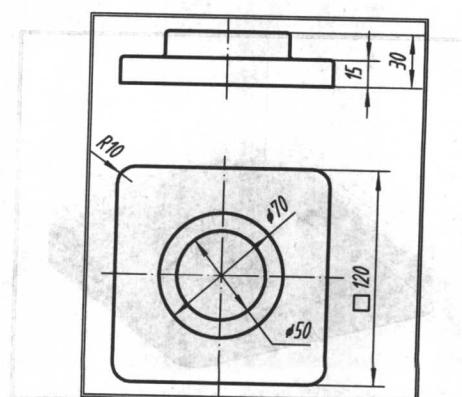

图 0-15 完成后的工程图
③ 在 CAXA 电子图板中单击【文件】→【数据接口】→【接收视图】，根据状态栏提示，在绘图区中选择合适的视图位置后单击左键，放置视图。
④ 为视图添加标注，完成后的结果如图 0-15 所示。
⑤ 保存此工程图文件。